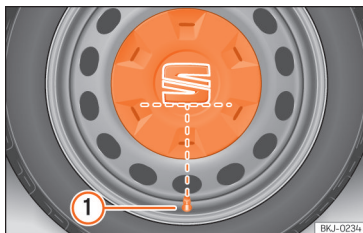

Fig. 192 Colocação correta do tampão central da roda para jantes de aço.
- Coloque o tampão central da roda sobre a jante. A parte inferior da sigla «S» do emblema da SEAT deve coincidir com a válvula de enchimento » **Fig. 192 ①**.